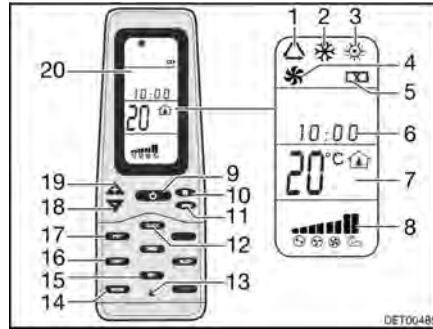

Bild 169 Fjärrstyrning
- Tryck på knappen ON/OFF (Bild 169,9).
- Tryck så många gånger på knappen "Mode" (Bild 169,11) tills önskad driftstyp (Bild 169,1, 2, 3 eller 4) visas på displayen (Bild 169,20).
- Ställ in önskad temperatur med knapparna "+" (Bild 169,19) och "-" (Bild 169,18).
- Med knappen Fläktvarvtal (Bild 169,10) väljs önskad fläktkapacitet.